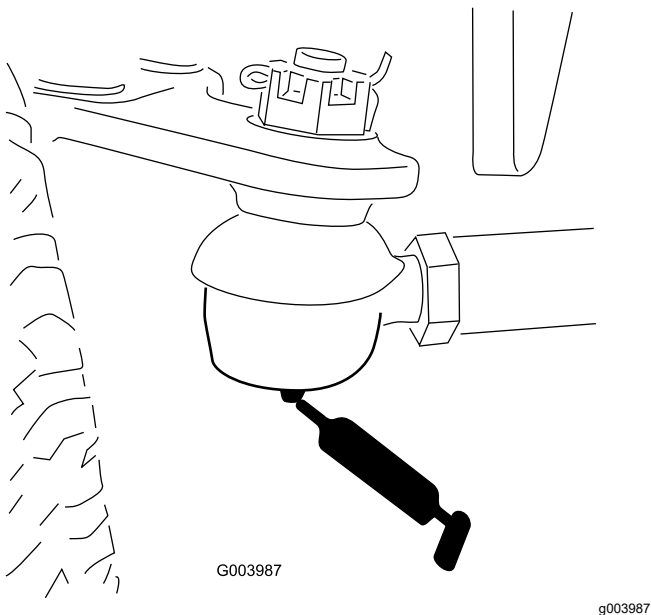

Рисунок 68
- Поперечные тяги заднего моста (2)—Рисунок 68